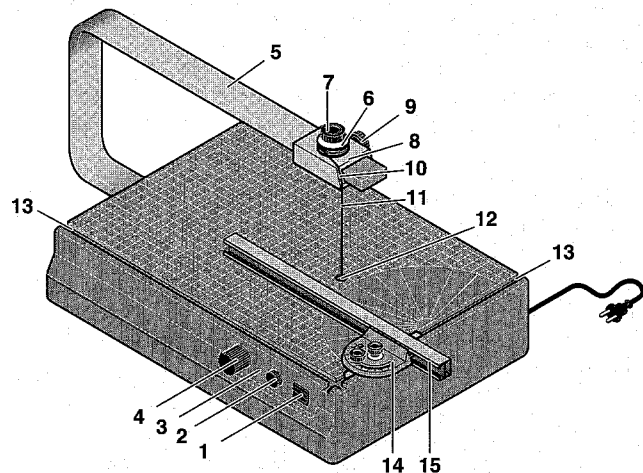
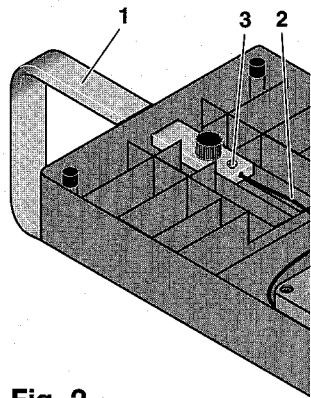

Fig. 1
Fig. 2
Gesamtansicht (Fig 1):
Befestigen Sie zuerst den Bügel 1 (Fig. 2) mit Hilfe der beigefügten Rändelschraube an der Unterseite des Gerätes. Befestigen Sie nun das Kabel 2 mit Hilfe der Schraube 3 am Bügel. Ziehen Sie die Schraube gut an, damit der elektrische Kontakt (10,5 Volt Sicherheitskleinspannung) gewährleistet ist. Schieben Sie nun den Spulenträger 8 (Fig. 1) auf den Arm, und befestigen Sie ihn mit der Schraube 9.
3. Öffnen Sie durch Drehen der Rändelschraube 4 (Fig. 1) die untere Drahtaufnahme.
10. Schalten Sie das Gerät am Schalter 1 (Fig. 1) ein (Ein leichtes Brummen des Transformators ertönt).